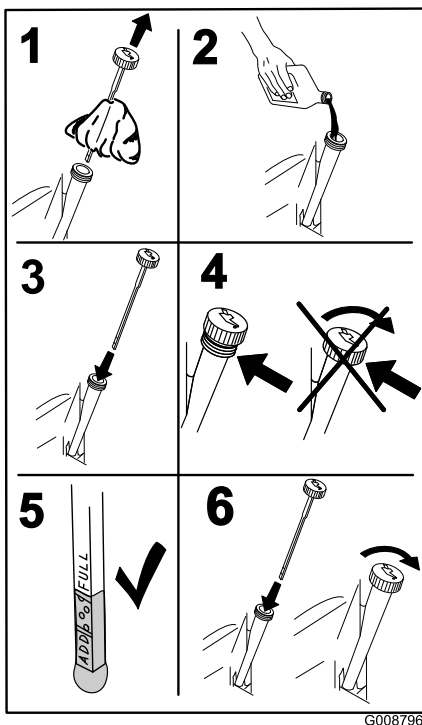

Bild 40
5. Gießen Sie langsam ungefähr 80 % der angegebenen Ölsorte in den Einfüllstutzen und füllen Sie dann vorsichtig mehr Öl ein, um den Ölstand an die **Voll**-Marke zu bringen (Bild 40).